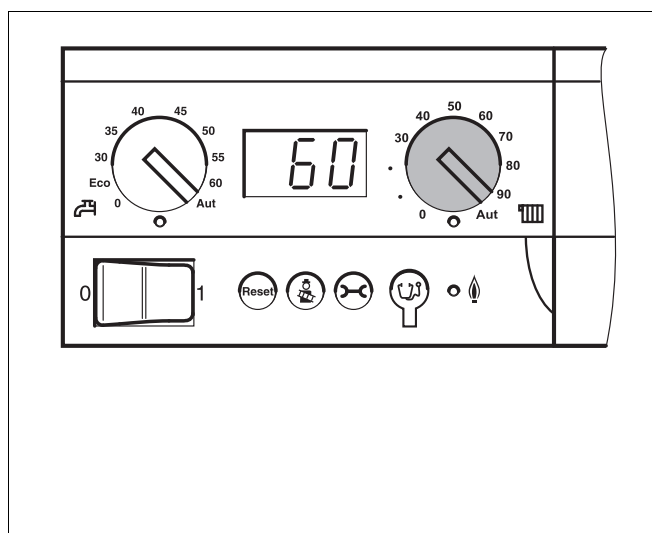

Fig. 12 Drejeknap til "maksimal kedeltemperatur"
- ▶ Drej drejeknappen (fig. 12) for at indstille den maksimale kedelvandstemperatur (kedel-fremløbstemperatur).